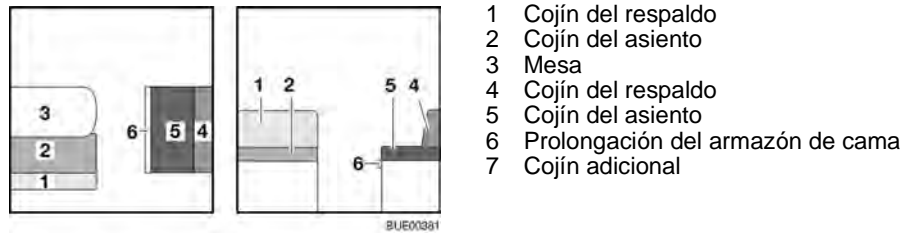

Fig. 111 Antes de la transformación
- Transformar la mesa (Fig. 111,3) en base de cama (véase apartado 6.10).
- Poner a un lado el cojín del respaldo (Fig. 111,1).